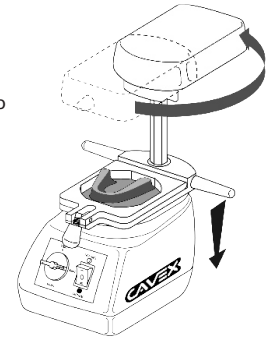

Fig. 7
5. Vuelva a girar el elemento calefactor hacia atrás. Encienda el motor de vacío y baje el cuadro empujando las asas correspondientes hacia abajo (fig. 7), hasta que cubra la impresión. Deje el motor en marcha hasta que la lámina se haya enfriado.